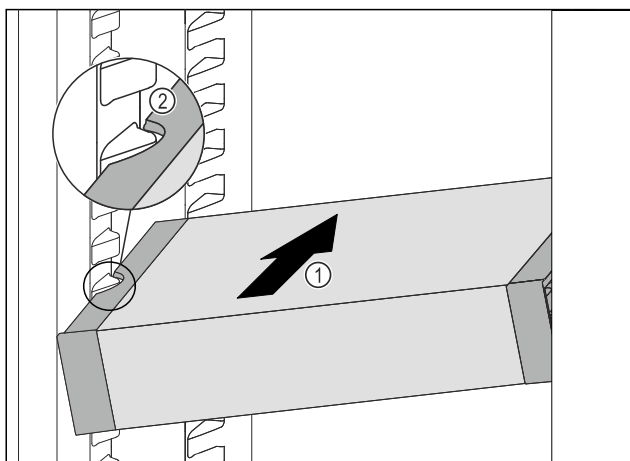

Fig. 122
- Predal VarioSafe potiskajte poševno v hladilnik Fig. 122 (1), dokler stranska izreza Fig. 122 (2) predala VarioSafe nista na višini nastavka za posodo v hladilniku.